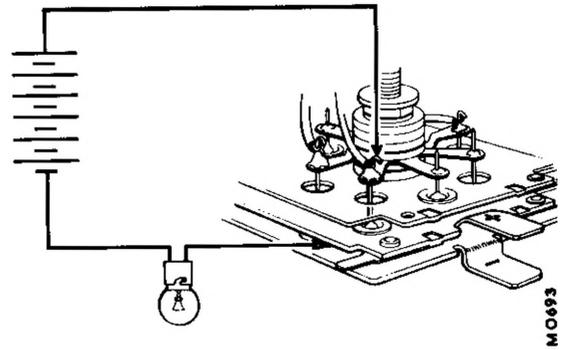

Fig. Nb.18
- (34) Collegare una lampada da 1,5 watt ed una batteria da 12 Volt tra ciascun trefolo in turno dei nove diodi ed il radiatore; scambiare dopo le connessioni. La lampada dovrebbe accendersi e la corrente dovrebbe circolare in un sol senso. Se la lampada s'accende quando la corrente circola in entrambe le direzioni o non s'accende quando circola in un senso o nell'altro, sostituire i diodi raddrizzatori (Ved. la Fig. Nb. 18).